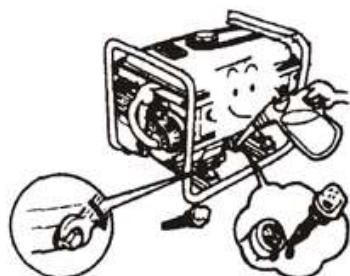

Рис. 49
8.5 Встановлюйте пробку злива мастила на своє місце, наливайте свіже масло в картер до рівня верхньої граничної мітки масляного щупу, потім встановіть ковпачок масляного фільтра в первісну позицію (Рис. 49).